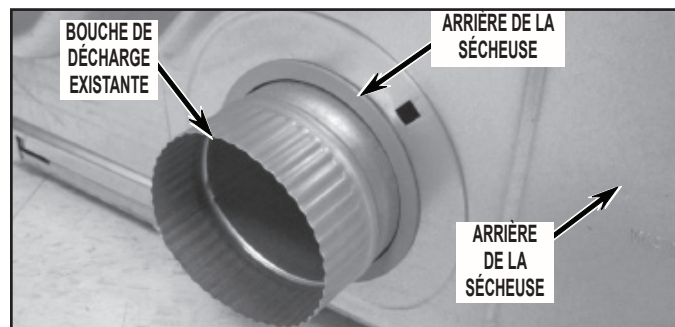

FIGURE 19
21. Déposer la collerette de la bouche de décharge – appuyer sur les trois (3) onglets sur la collerette pour pouvoir la dégager (en poussant) du panneau arrière de la sécheuse; voir la *Figure 19*.